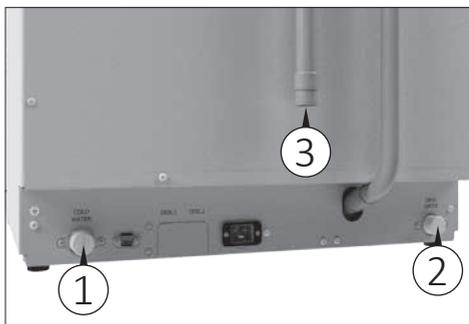

Fig. 8
- S'assurer de connecter les tuyaux flexibles aux endroits indiqués sur la figure 8.
- Connecter les tuyaux flexibles aux raccords indiqués sur la figure 8.
Raccordements hydrauliques (Fig. 8)
- 1) Connecter la machine aux raccords hydrauliques (Fig. 8).